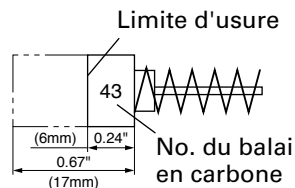

Fig. 19
3. Inspection des balais en carbone (Fig. 19)
REMARQUE: Utiliser le balai en carbone HITACHI No. 43 indiqué sur la Fig. 19.